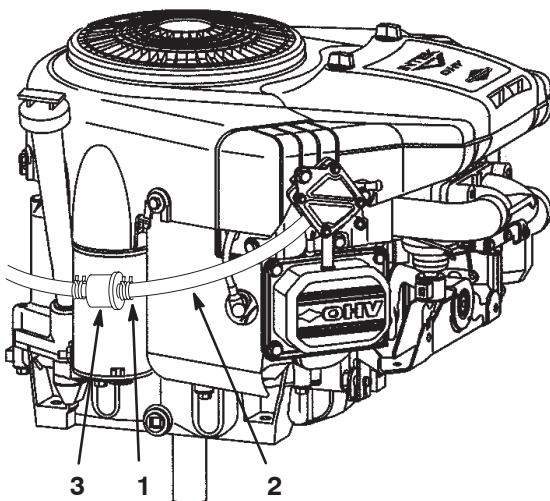

Bild 31
- Drücken Sie die Enden der Schlauchklemme zusammen und schieben sie an der Kraftstoffleitung nach oben zum Kraftstofftank (Bild 31).
- Ziehen Sie die Kraftstoffleitung vom Kraftstofffilter (Bild 31) herunter. Lassen Sie das Benzin in einen Benzinkanister oder eine Auffangwanne ablaufen.
Tauschen Sie den Kraftstofffilter alle 100 Betriebsstunden oder mindestens einmal pro Jahr aus. Tauschen Sie den Kraftstofffilter am besten aus, wenn der Tank leer ist (Bild 31). Bauen Sie nie einen verschmutzten Filter wieder ein, wenn Sie diesen aus der Kraftstoffleitung entfernt haben.
- Drücken Sie die Enden der Schlauchklemmen zusammen und schieben diese weg vom Kraftstofffilter (Bild 31).